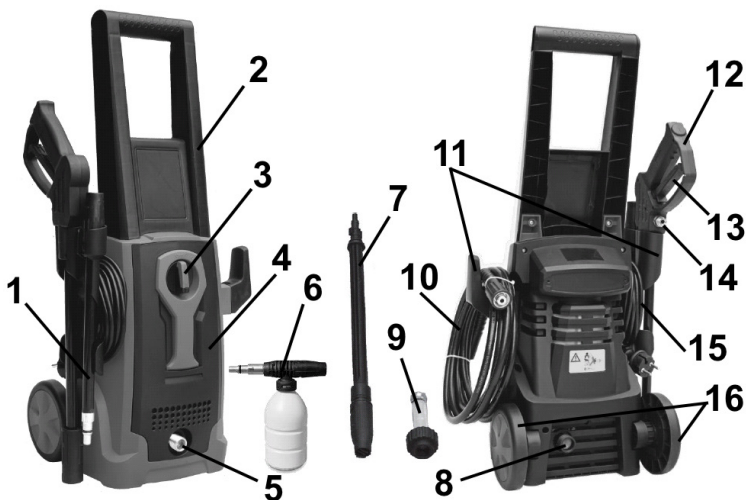
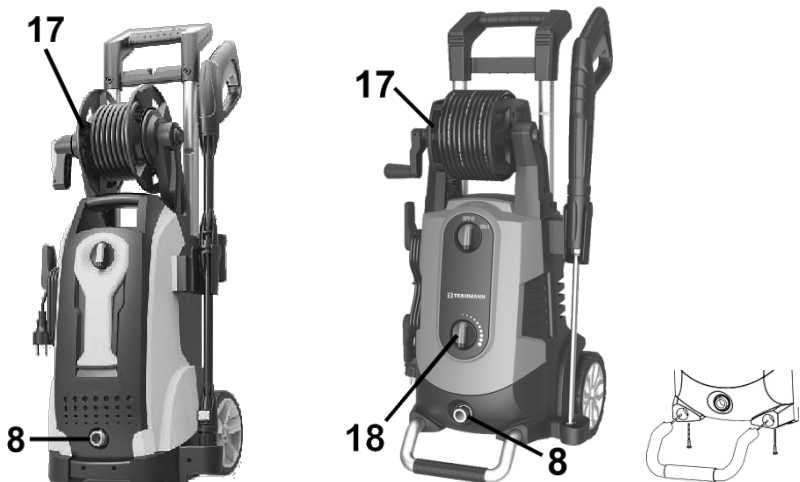

Рисунок 1
Рисунок 2
2.3.2 Увімкнення та вимкнення виробу здійснюється поворотом вимикача **3** (рисунок 1). Для увімкнення виробу вимикач необхідно повернути в напрямку руху годинникової стрілки у положення "УВІМК" («ON», «I»), а для вимкнення - проти годинникової стрілки у положення «ВИМК» («OFF», «0»).
2.3.3 Виріб має функцію «автостоп», що відключає електродвигун мийки при відпусканні курка **13** (рисунок 1) на пістолеті (припинення подачі струменя), збільшуючи ресурс безвідмовної роботи виробу.
2.3.4 Мийка оснащена струминною насадкою **1** (рисунок 1), що дозволяє отримувати різні види струменя води (від щільного до віялоподібного) за допомогою обертання накінечника насадки за годинниковою або проти годинникової стрілки.
2.3.5 Вода подається (або відбувається її забір з ємкості) через шланг подачі води на вхідний штуцер насоса (помпи) **8** (рисунок 1). Трьохпоршневий аксіальний насос (помпа) з функцією самовсмоктування води з ємкості, що приводиться в рух двигуном виробу, створює натиск відповідного значення для кожної моделі. Через шланг високого тиску **10** (рисунок 1), підключеного до вихідного штуцера насоса **5** (рисунок 1, моделі **PWB-1455** і **PWB-1655 turbo**), вода під високим тиском подається у пістолет із встановленою на ньому насадкою для обраного типу виконуваної операції.
3.4.3 Встановіть на мийку рукоятку **2** (рисунок 1, модель **PWB-1655 turbo**) і зафіксуйте її гвинтами. Для моделей **PWA-2158 turbo** і **PWA-2165 QT** рукоятка з намотаним на барабан шлангом високого тиску вже встановлені на корпусі. Встановіть виносну опорну ніжку для моделі **PWA-2165 QT** двома гвинтами (рисунок 2).
3.4.4 Закріпіть на мийці кронштейни для електродроду, пістолета з насадкою і шланга **11** (рисунок 1).
3.4.5 За допомогою різьбової муфти підключіть відповідний кінець шлангу високого тиску **10** (рисунок 1) до вихідного штуцера насоса (помпи) мийки **5** (рисунок 1, моделі **PWB-1455** і **PWB-1655 turbo**). Для моделей **PWA-2158 turbo** і **PWA-2165 QT** шланг високого тиску вже під'єднаний.
- струминну насадку з розпилювачем струменя **1** (рисунок 1);
- насадку «грязьова турбо-фреза» **7** (рисунок 1);
- пінну насадку **6** (рисунок 1).
3.4.7 Накрутіть на вхідний штуцер насоса (помпи) **8** (рисунок 1 і 2) фільтр тонкого очищення **9** (рисунок 1).
4.2.3 Зніміть пістолет із запобіжника, натисніть на курок **13** (рисунок 1) і випустіть із системи повітря. Зачекайте, поки з форсунки насадки не потече вода.
4.2.4 Утримуючи курок пістолета в натиснутому положенні, увімкніть двигун вимикачем **3** (рисунок 1). У перші секунди роботи насоса можлива подача води «ривками» - це видаляються залишки повітря.
4.2.5 При відпусканні курка пістолета **13** (рисунок 1) динамічний тиск автоматично вимикає двигун мийки. При натисканні на курок відбувається падіння тиску, яке автоматично вмикає двигун мийки, і тиск струменя з певною затримкою знову відновлюється.
- вимкніть мийку перемикачем **3** (рисунок 1), повернувши рукоятку у положення "ВИМК" («OFF», «0»);
4.3.2 Зніміть пістолет із запобіжника, натисніть на курок **13** (рисунок 1).
4.3.3 Утримуючи курок пістолета в натиснутому положенні, увімкніть двигун перемикачем **3** (рисунок 1). У перші секунди роботи насоса можлива подача води «ривками» - видаляються залишки повітря.
4.3.4 При відпуску курка пістолета **13** (рисунок 1) динамічний тиск автоматично вимикає двигун мийки. При натисканні на курок відбувається падіння тиску, яке автоматично включає двигун мийки, і тиск струменя з певною затримкою знову відновлюється.